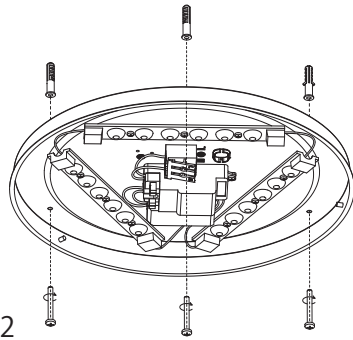

Bild 2
3. Bild 2: Die Bohrlöcher an den entsprechenden Stellen anzeichnen, die Löcher bohren und die Dübel einsetzen. Bei Holzwänden oder Leichtbauwänden passendes Material verwenden. Die Zuleitung durch das Loch in der Grundplatte schieben.